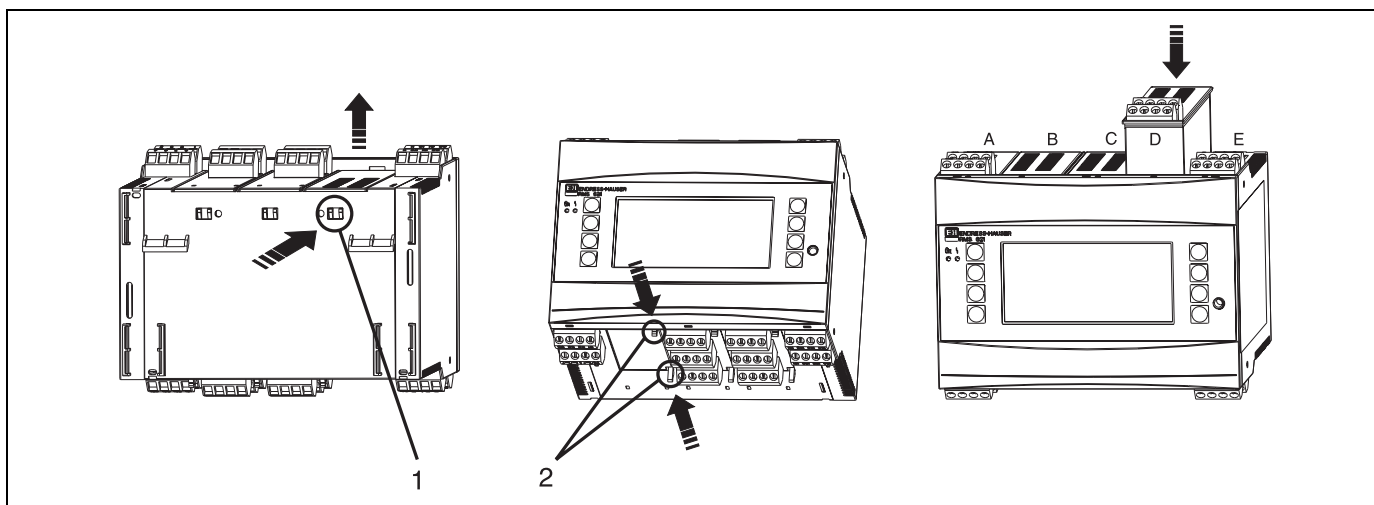

Abb. 5: Einbau einer Erweiterungskarte (beispielhaft)
Sie können das Gerät mit unterschiedlichen Erweiterungskarten bestücken. Es stehen hierzu maximal drei Steckplätze im Gerät zur Verfügung. Die Steckplätze für die Erweiterungskarten sind am Gerät mit B, C und D (→ Abb. 5) bezeichnet.
2. Entfernen Sie die Blindabdeckung aus dem betreffenden Steckplatz (B, C oder D) des Grundgerätes, indem Sie die Rastnasen auf der Unterseite des Energierechners zusammendrücken (s. Abb. 5, Pos. 2), gleichzeitig die Rastnase auf der Gehäuserückseite (z. B. mit einem Schraubendreher) nach innen drücken (s. Abb. 5, Pos. 1) und die Blindabdeckung nach oben aus dem Grundgerät herausziehen.
3. Stecken Sie die Erweiterungskarte von oben in das Grundgerät ein. Erst wenn die Rastnasen auf der Unter- und der Rückseite des Gerätes einrasten (s. Abb. 5, Pos. 1 und 2), ist die Erweiterungskarte korrekt eingebaut. Achten Sie darauf, dass die Eingangsklemmen der Erweiterungskarte oben sind und die Anschlussklemmen analog zum Grundgerät nach vorne zeigen.